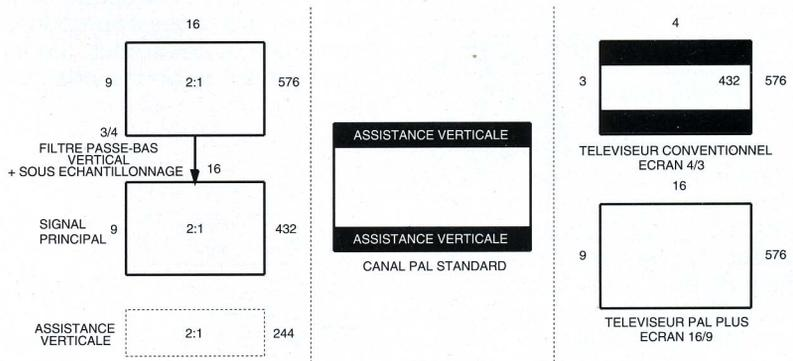

Figure 3
provenance d'une source TVHD). La conversion du format implique que le signal d'entrée soit aux normes de balayage du standard 625 (576)/50/2 : 1, 576 représentant le nombre de lignes actives de ce signal. Comme il est explicité figure 3, le signal est filtré verticalement par un passe-bas à 3/4 de la fréquence de Nyquist. Ensuite, il est sous-échantillonné d'un facteur 3/4 ce qui conduit à 432 lignes actives qui seront positionnées en sortie au centre de la trame 576 lignes au rapport 4/3. Le résultat final consiste alors en une image globale «letterbox» au format 4/3 avec, à l'intérieur de cette image, une image active au format 16/9. Un filtre passe-haut de même fréquence de coupure que le passe-bas permet l'obtention d'un signal porteur de la fraction supérieure du spectre et qualifié de signal «d'assistance verticale» ; celui-ci est sous-échantillonné d'un fac-